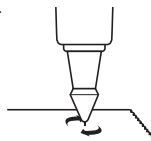

Fig. 2.5
- Tenere la penna della sonda con la punta a formare un angolo retto (90 gradi) rispetto a qualunque superficie in carta o solida. Eseguire un delicato movimento circolare senza retrarre la punta (Fig. 2.5).